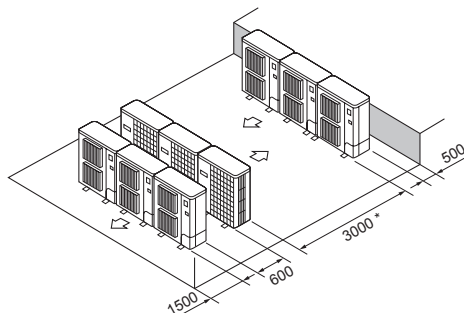

Fig. 2-18
- ⑥ Opstelling met meerdere parallelle apparaten (Fig. 2-18)